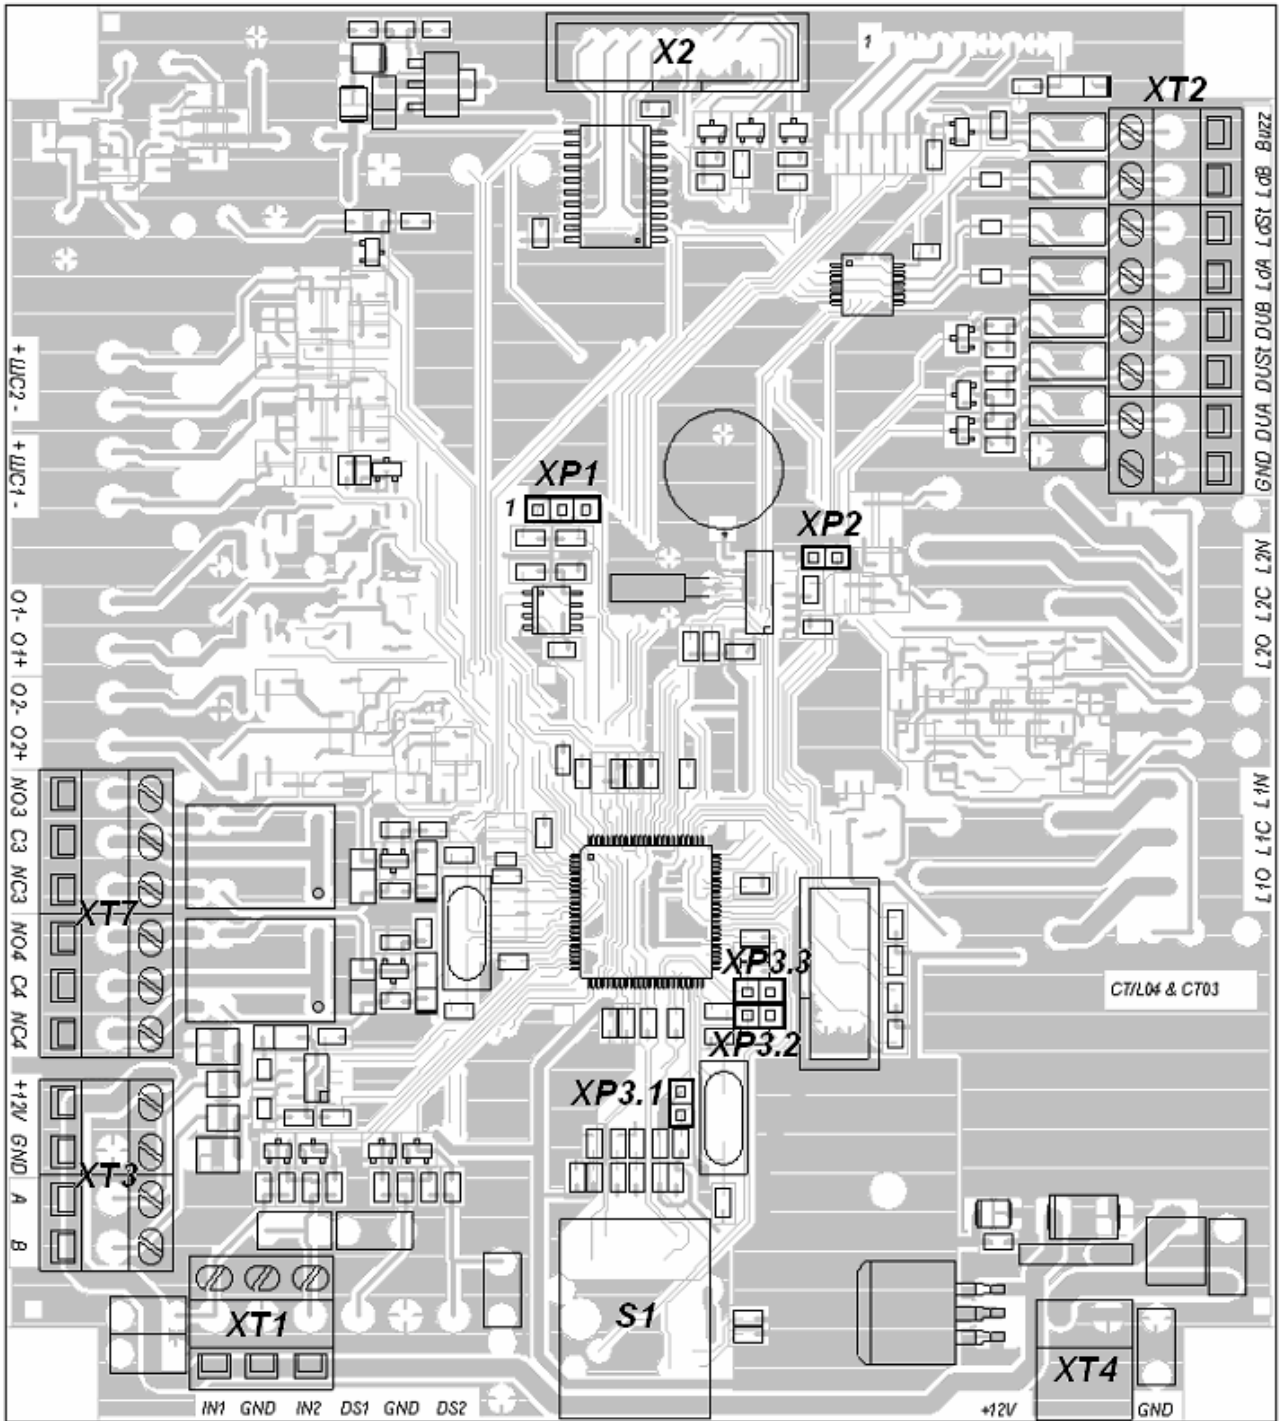

Рисунок 3 Плата контроллера PERCo-CT03
5.2.4 Пульт управления выполнен в виде небольшого настольного прибора в корпусе из ударопрочного АБС пластика и предназначен для задания и индикации режимов работы при ручном управлении ЭП. Пульт управления подключается к плате PERCo-CT03 гибким многожильным кабелем (10) через клеммную колодку "ХТ2" (см. рисунок 3).
На лицевой панели пульта управления расположены три кнопки для задания режимов работы ЭП. Над кнопками расположены индикаторы. *Средняя* кнопка (далее – кнопка "*Запрет прохода*") предназначена для переключения ЭП в режим "*Запрет прохода*". *Левая и правая* кнопки (далее – кнопки "*Разрешение прохода*") предназначены для разблокировки ЭП в выбранном направлении. Изменить ориентацию пульта управления относительно установки стойки ЭП (если на месте установки стойка обращена к оператору не лицевой, а тыльной стороной) можно, поменяв местами провода от пульта управления, подключаемые на контакты *DUA* и *DUB*, а также *Led A* и *Led B* соответственно (рисунок 3 и рисунок А.1 Приложение А Схема подключения электронной проходной и дополнительного оборудования).
5.2.5 На плате контроллера PERCo-CT03 (рисунок 3) расположены:
5.3.2 Подключение указанных в п. 5.3.1 автономных устройств производится с помощью кабелей (10) и (13) к соответствующим клеммным колодкам “ХТ2” и “ХТ4” платы PERCo-CT03 (рисунок 3) в соответствии со схемой подключения (рисунок А.1 Приложения А).
5.8.1 На плате встроенного в ЭП контроллера имеется разъем **XP1** (рисунок 3), предназначенный для выбора способа работы системы (ручное или динамическое распределение *IP*-адресов) и возврата к заводским установкам (со сбросом пароля). Данные действия производятся путем установки на разъем переключки, входящей в комплект поставки ЭП.
- снимите крышку (3) (порядок снятия крышки указан в п. 6.1);
- установите в рабочее положение крышку (3).
5.8.6 На плате встроенного в ЭП контроллера имеются *разъемы* XP3.1 – XP3.3 (рисунок 3). Порядок применения переключек для данных разъемов см. в Приложении В, таблица В1. При поставке переключки на разъемах не установлены.